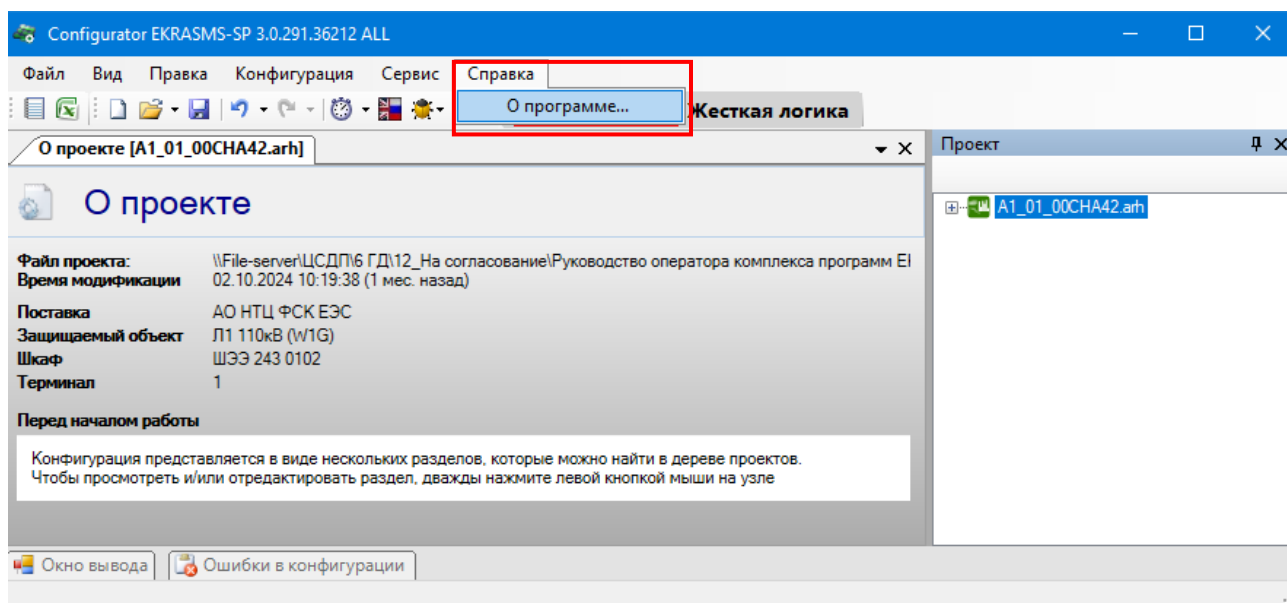

Рисунок 4.1
– запустить программу Конфигуратор (перейти в пункт главного меню **Справка** → **О программе** (см. рисунок 4.1);